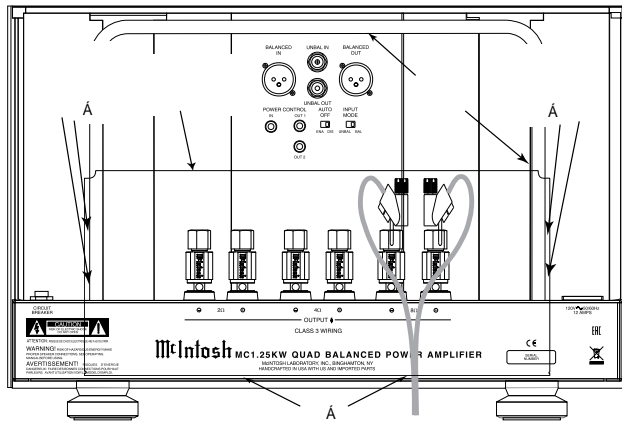

Рисунок 5 (На территории США и Канады)
9. Установите Крышку подключений разъемов MC1.25KW на место и закрепите с помощью сохраненных винтов. Смотрите рисунок 5.